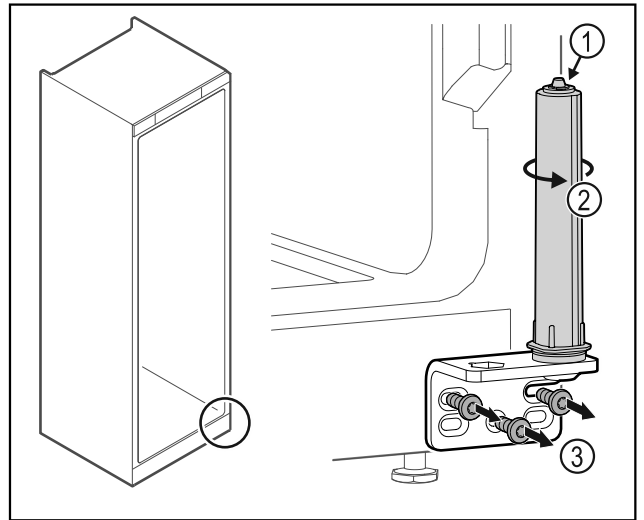

Fig. 35
- Älä pura oven sulkuyksikköä Fig. 35 (1).
- Kierrä sulkuyksikköä Fig. 35 (2), kunnes se naksahtaa.
- Irrota saranakulma Fig. 35 (3).